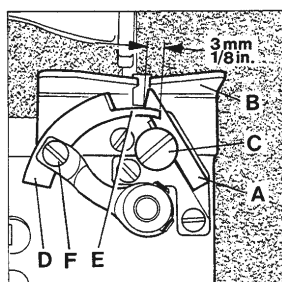

Fig. 11
Set the fixed knife (A, Fig. 11) so that its tip sits close to the underside of the throat plate (B). For adjustment loosen screw (C) and move knife up or down in its holder as required. Retighten screw.
Set the moving knife (D, Fig. 11) so that it just clears below the throat plate underside on its entire arc of travel. In the most open position of the knives the pilot (E) should overlap the fixed knife by 3 mm (1/8"). In cutting position of the knives the cutting edge of the moving knife should overlap the cutting edge of the fixed knife at least 1 mm (3/64"). For adjusting moving knife loosen screw (F) and set knife as required. Retighten screw.
Fijar la cuchilla fija (A, Fig. 11) de tal manera que su punta esté al ras con el borde inferior de la plancha de aguja (B). Para ajustarla, soltar el tornillo (C) y mover la cuchilla hacia arriba o abajo. Apretar el tornillo otra vez.
Fijar la cuchilla móvil (D, Fig. 11) de tal manera que se pueda mover libremente debajo de la plancha de la aguja. En la posición mas abierta la guía del cuchillo (E) debe sobrepasar la cuchilla fija todavía a 3 mm y en la posición del corte las cuchillas deberán sobrepasarse por lo menos 1 mm. Para lograr esto hay que soltar el tornillo (F) y ajustar la posición de la cuchilla móvil.